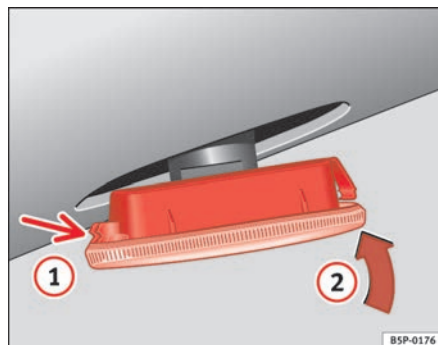

Fig. 195 Intermitente lateral
- Coloque el intermitente en primer lugar en el orificio de la carrocería, encajando las pestañas ⇒ fig. 195, flecha ①.
- Encaje la lámpara como indica la flecha ② ⇒ fig. 195 ■